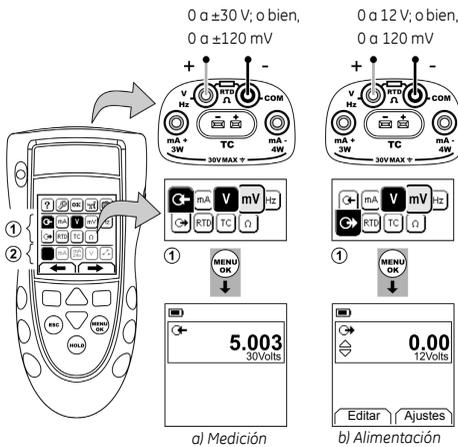

Figura 4: Ejemplo de configuración: Medición/alimentación de voltios o mA (Área 1)
1. Conecte el instrumento (Figura 4/5) y, si es necesario, ajuste la opción *Configurar* (Tabla 1).